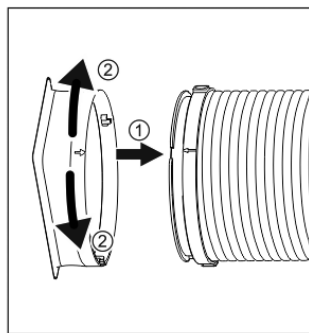

Fig. 1
1. Alignez les flèches du connecteur d'entrée du tuyau et du tuyau, puis insérez-les ; (Fig. 1)
2. Faites tourner le connecteur d'entrée du tuyau dans le sens horaire ou antihoraire d'environ 60° ; (Fig. 1)